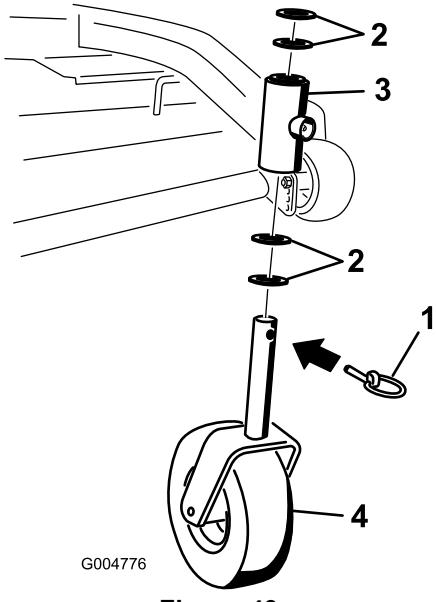

Figura 43
2. Retire el pasador de bloqueo y los espaciadores de la parte superior de la horquilla de la rueda giratoria (Figura 43).
6. Inspeccione la horquilla de la rueda giratoria para determinar si está desgastada y cámbiela de ser necesario (Figura 43).
7. Deslice la horquilla a través de los casquillos del tubo de montaje. Cambie los espaciadores de la horquilla y sujetelos con el anillo de retención (Figura 43).